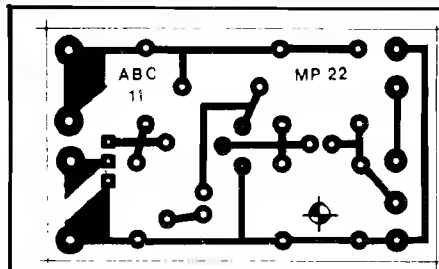

Fig. 3
- **FIG. 3** - O **lay out** da face cobreada do Circuito Impresso, em tamanho real. O desenho é simples, pequeno, fácil de realizar... O Leitor/"Aluno" deve notar as trilhas e ilhas um tanto avantajadas junto a uma das laterais menores da plaquinha... Explicando: por tais traçados, circulará substancial Corrente (até 1A, de acordo com os limites do circuito...) e